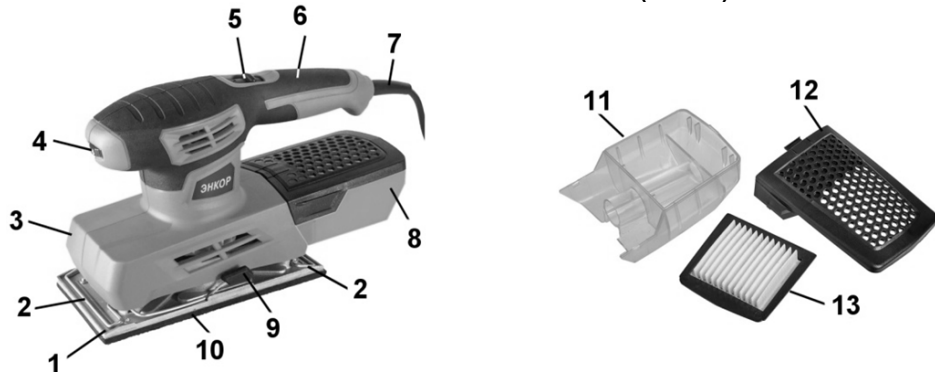

Рис.2
6. УСТРОЙСТВО ШЛИФМАШИНЫ (Рис. 2)
7.2. Установка шлифлиста на зажимах (Рис. 2).
7.4. Использование пылесборника (Рис. 2).